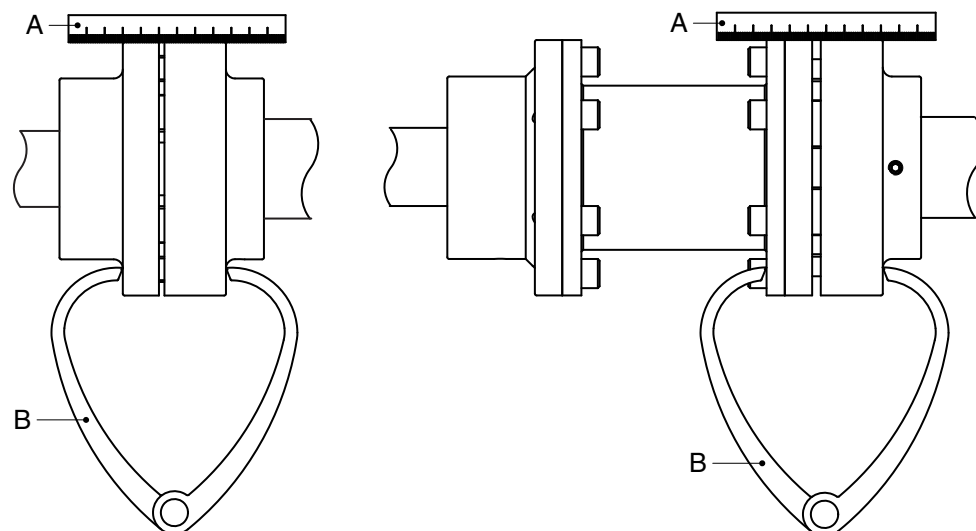

Рисунок 3. Совмещение муфты при помощи линейки и пары кронциркулей
- 7 Протолкните верхнюю полумуфту вниз на вал двигателя. Правильное значение расстояния между полумуфтами см. в соответствующей таблице рисунок 3. Затем закрепите полумуфту на валу двигателя.
- 2 Поместите линейку (A) на муфту. Линейка должна прилегать к обоим полумуфтам по всей длине, см. рисунок 3
- 4 Еще раз проверьте совмещение при помощи пары кронциркулей (B) в 2 диаметрально противоположных точках по бокам полумуфт, см. рисунок 3.